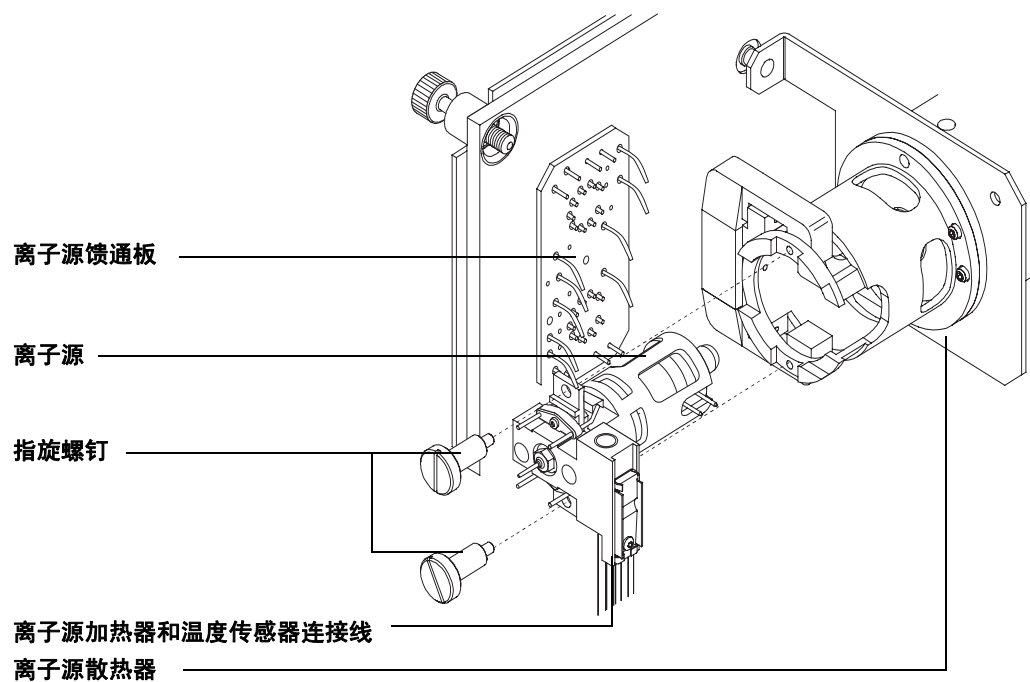

图 18 卸下离子源
- 3 从离子源上断开连接线。不要过分弯折这些连接线（见图 18 和表 8）。